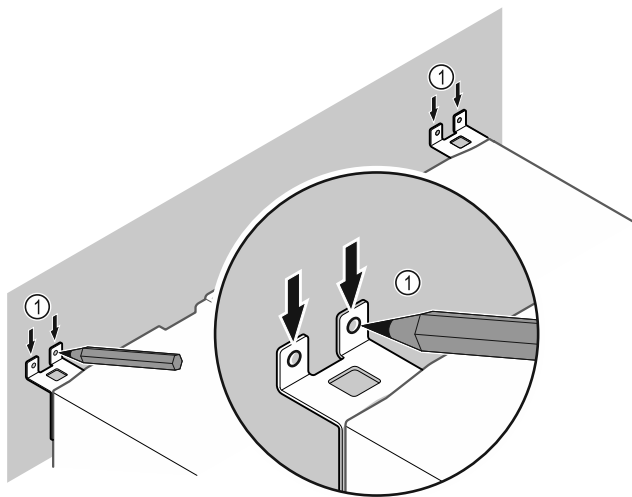

Fig. 9
- Markeringen op de wand aanbrengen Fig. 9 (1).